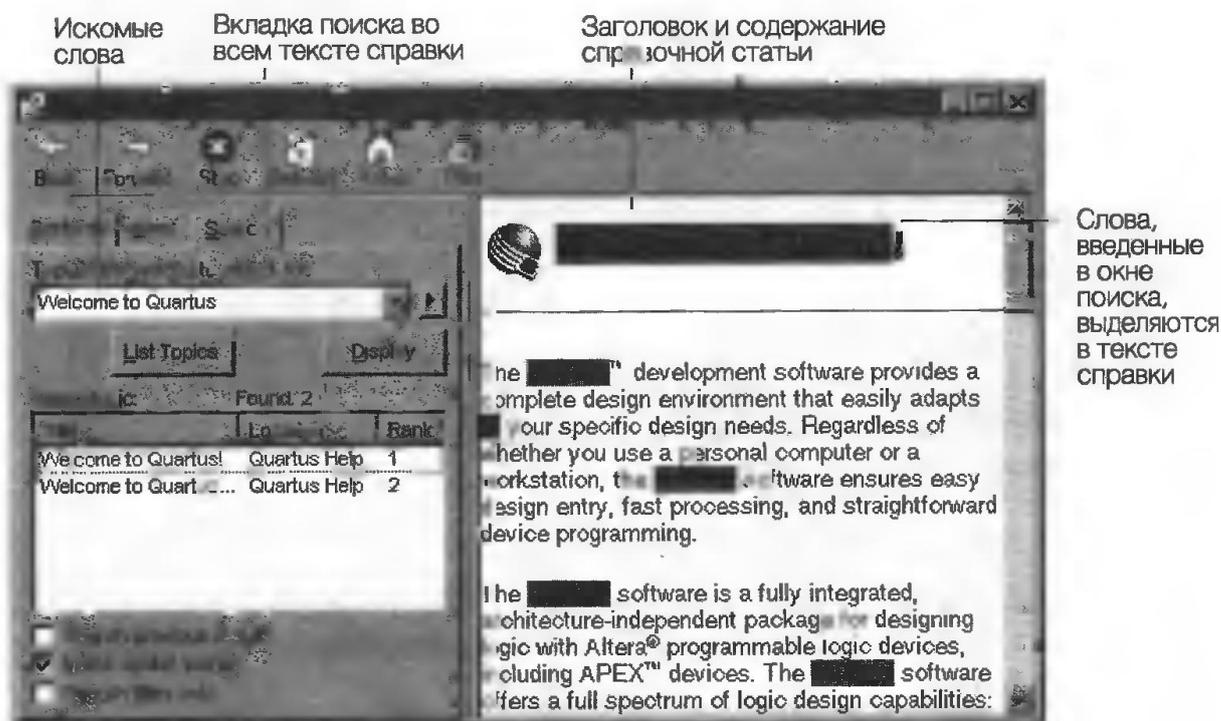

Рис. 3.3
1. В меню **Help** (справка) окна **Quartus** выберите команду **Search** (поиск). Если окно **Help** уже открыто — перейдите на вкладку **Search** (рис. 3.3).